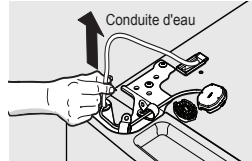

Figure 3
3. Tirez doucement sur la conduite d’eau pour la retirer de la porte. Figure 3.